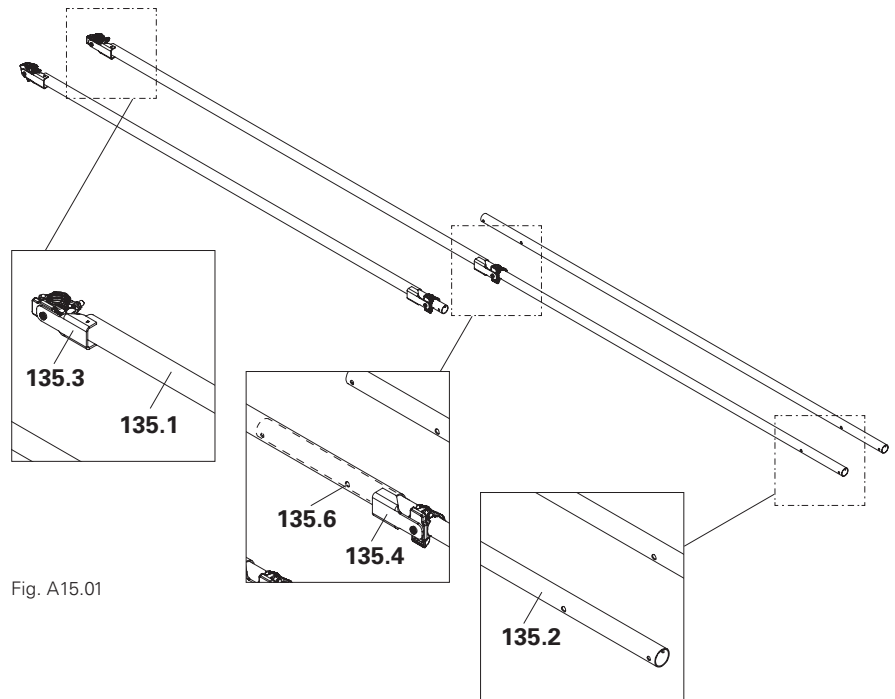

Fig. A15.01
- Tubo interno Ø 48 mm (**135.2**). (Fig. A15.01)
- Lunghezza massima di estensione 5,60 m. Il secondo foro (**135.6**) nel tubo interno non deve essere visibile e deve essere sempre completamente coperto dal tubo esterno. (Fig. A15.01)